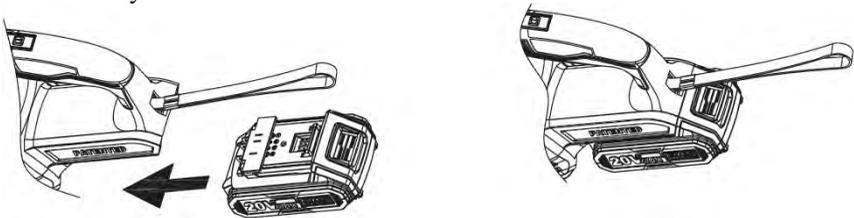
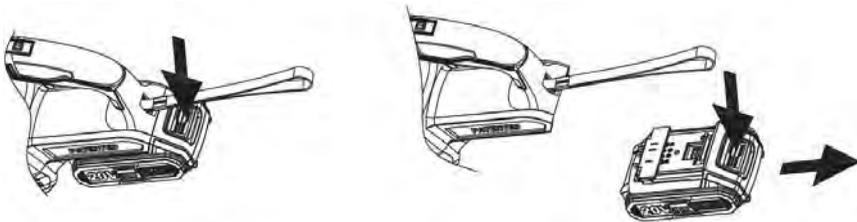

FIG. 2
FIG. 3
- Inserte el paquete de baterías en el producto como se muestra. (FIG.2)
- Asegúrese de que el interruptor principal de encendido y apagado esté en la posición de apagado (O) antes de retirar el paquete de baterías.
- Presiona los pestillos para quitar la batería. (FIG.3)